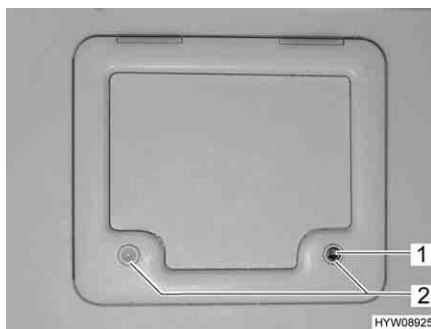

Fig. 23 Sportello per serbatoio fecale/gavone
- Inserire la chiave nel cilindro della serratura a pressione (Fig. 23,1) e ruotare di un quarto di giro.
- Premere contemporaneamente con i pollici entrambe le serrature a pressione (Fig. 23,2) e aprire lo sportello del serbatoio fecale.
- Inserire la chiave nel cilindro della serratura (Fig. 23,1) e ruotare di un quarto di giro.